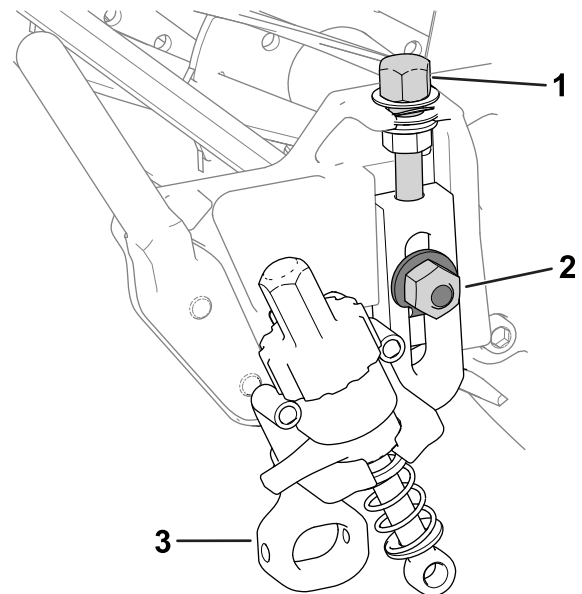

Bild 11
1. Schrauben Sie die zuvor entfernte Einstellschraube für die Schnitthöhe in die Oberseite der Schnitthöhenhalterungen (Bild 11).
und Spezialscheiben an den Seitenplatten der Schneideinheit (Bild 11).